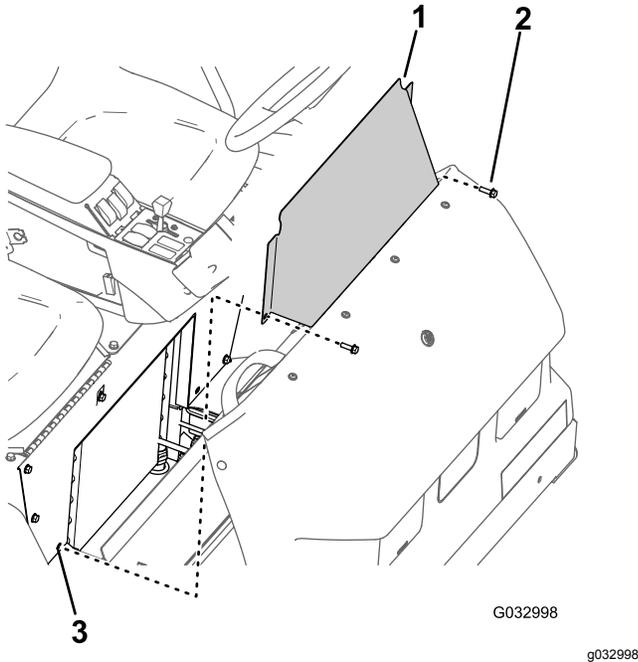

Figura 61
1. Retire os 2 parafusos de cabeça flangeada que fixam o painel de acesso da base do banco à base do banco (Figura 61).
2. Retire o painel de acesso da base do banco da máquina (Figura 61).
1. Alinhe os orifícios no painel de acesso da base do banco com os orifícios na base do banco (Figura 61).
2. Monte o painel de acesso da base do banco com os 2 parafusos de cabeça sextavada (Figura 61) que retirou no passo 1 de Remoção do painel de acesso da base do banco (página 55).